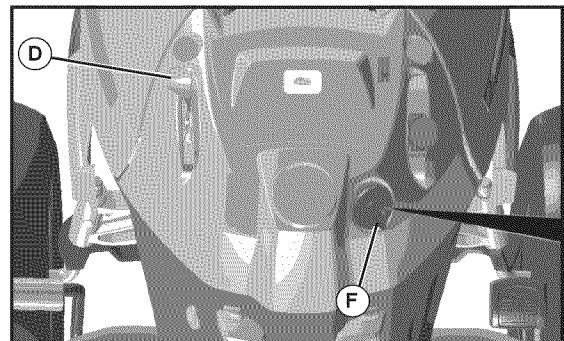

Fig. 19
### TO USE THROTTLE CONTROL (D) (See Fig. 19)